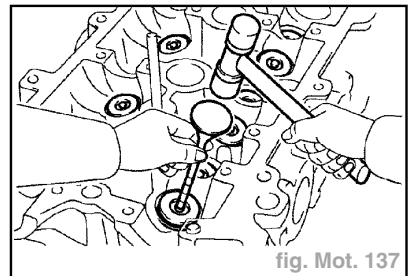

fig. Mot. 137
- A l'aide d'un maillet à tête plastique et après avoir enrobé de ruban de vinyle l'extrémité de la queue de soupape (non utilisée), taper légèrement sur l'extrémité de la queue de soupape jusqu'à son positionnement correct (fig. Mot. 137).